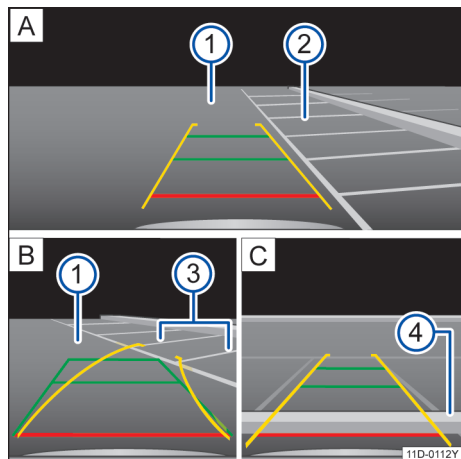

图 102 信息娱乐系统的屏幕显示：使用倒车摄像头泊车
- 将车辆驶到停车位前方→图 102 A ②。
- 转向，使黄色辅助线与目标车位边界对齐。绿线和黄线必须与侧面边界线→图 102 B ③ 重合。
- 当红色辅助线到达车位后方边界→图 102 C ④ 时，停车。